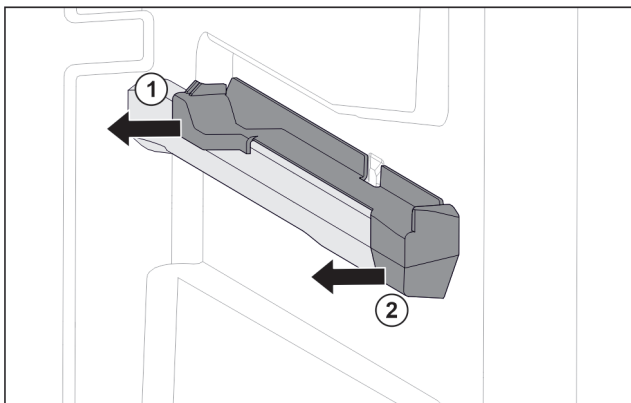

Fig. 77 Élément emboîtable sur la nervure de récipient droite
- ▶ Le retirer sur le côté par l'arrière. Fig. 77 (1)
- ▶ Le retirer sur le côté par l'avant. Fig. 77 (2)